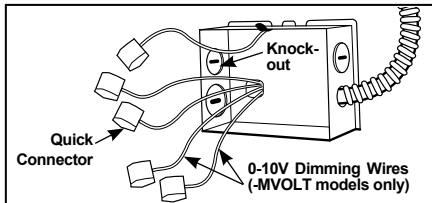

Figure 6
Step 2. Remove junction box cover. Remove the appropriate knockout to accommodate the type of electrical supply being utilized (Fig. 6).
Step 3. Strip supply wires 3/8" and insert each supply wire into appropriate quick connector. Connect black fixture wire to hot, white fixture wire to neutral and green fixture wire to ground (Fig. 6). Connect violet (+) and gray (-) dimmer wires if utilizing 0-10V dimmer.
Paso 2. Retire la cubierta de la caja de cableado. Retire el(los) orificio(s) troquelado(s) apropiado(s) para adaptar el artefacto al tipo de suministro eléctrico que se está usando (Fig. 6).
Paso 3. Pele 3/8 in del cable de suministro e inserte cada cable de suministro en el conector apropiado. Conecte el cable negro del artefacto a caliente, el cable blanco del artefacto a neutro y el cable verde del artefacto a tierra. (Fig. 6).